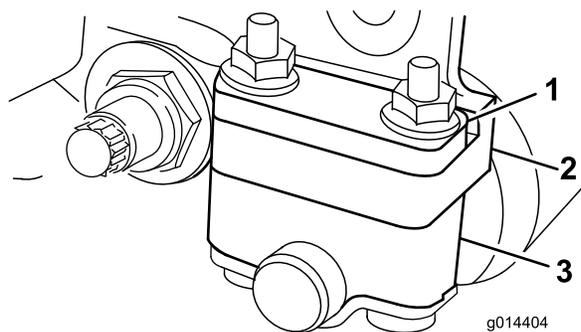
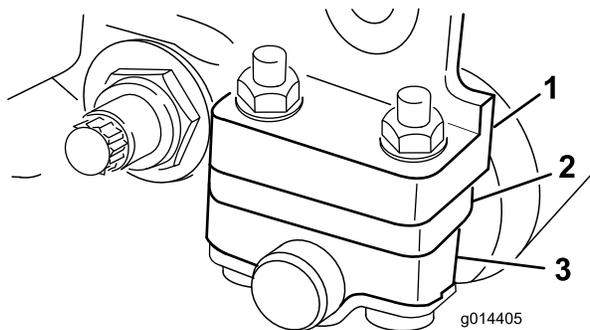

Figura 6
Figura 7
Dependiendo del intervalo de alturas de corte deseado, será necesario ajustar los soportes del rodillo trasero (Figura 6 o Figura 7) a la posición superior o inferior:
- Coloque el espaciador encima de la brida de montaje de la chapa lateral (ajuste de fábrica) para obtener un intervalo de alturas de corte de 1,6 a 6,4 mm (Figura 6).
- Coloque el espaciador debajo de la brida de montaje de la chapa lateral para alturas de corte de 3,2 a 25 mm (Figura 7).
4. Coloque los espaciadores sobre los tornillos, encima o debajo de los soportes de los rodillos, según sea necesario (Figura 6 o Figura 7).